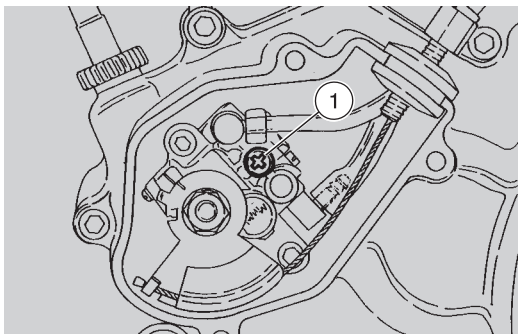

Fig. 47
- enlever la vis cruciforme (1 - Fig. 47), qui se trouve sur la pompe du mélangeur, et attendre que l'huile sorte à travers le trou;
- quand le flux de l'huile qui sort est sans bulles d'air, remettre et serrer la vis (1 - Fig. 47).